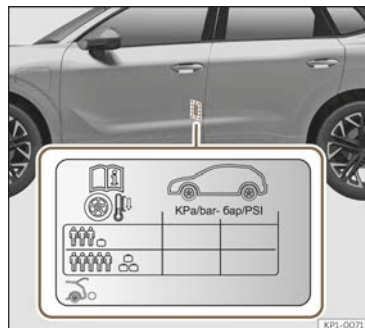

Abb. 240 Einbauort des Aufklebers für den Reifenfülldruck.
- Passen Sie bei größerer Zuladung den Reifendruck entsprechend an >>> (Abb. 240).
Die Angaben zum Reifenfülldruck befinden sich auf dem Aufkleber an der Fahrertürsäule >>> (Abb. 240).
Der Reifendruck muss der aktuellen Fahrzeugbelastung angepasst werden. Wenn das Fahrzeug voll beladen werden soll, muss der Reifenfülldruck entsprechend dem auf dem Reifenfülldruck-Aufkleber angegebenen maximalen Wert erhöht werden >>> (Abb. 240).
Füllen Sie bei einem minimierten Notrad (125/70 R16 oder 125/70 R18) auf einen Druck von 4,2 bar, gemäß Angabe auf dem Aufkleber mit den Reifendruckwerten >>> (Abb. 240).
- Der Fahrer ist verantwortlich für den richtigen Reifenfülldruck an allen Reifen am Fahrzeug. Der empfohlene Reifenfülldruck befindet sich auf einem Aufkleber >>> (Abb. 240).
- Immer den richtigen Reifenfülldruck am kalten Reifen einhalten, wie auf dem Aufkleber angegeben >>> (Abb. 240).